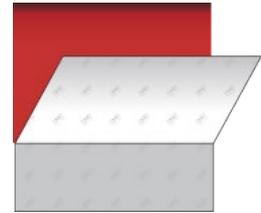

Figure 05
- › Enlever alors la charnière, afin de continuer le retrait du liner, en fonction des surfaces rencontrées (cf sous paragraphes suivants). (FIG. 05)